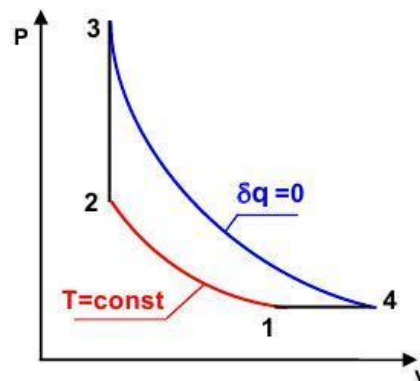

Рис. 3
13. Определить термический КПД и работу цикла, изображенного на рис. 3, если рабочее тело представляет многоатомный идеальный газ с $\nu=29,7$ кг/кмоль, а параметры цикла в характерных точках заданы величинами: $P_1=1$ бар, $t_1=27^\circ\text{C}$, $V_4=0,5$ м³, $V_1/V_2=2$, $P_3/P_2=4$. Сравнить термический КПД этого цикла с КПД цикла Карно, работающего в интервале максимальной и минимальной температур данного цикла.